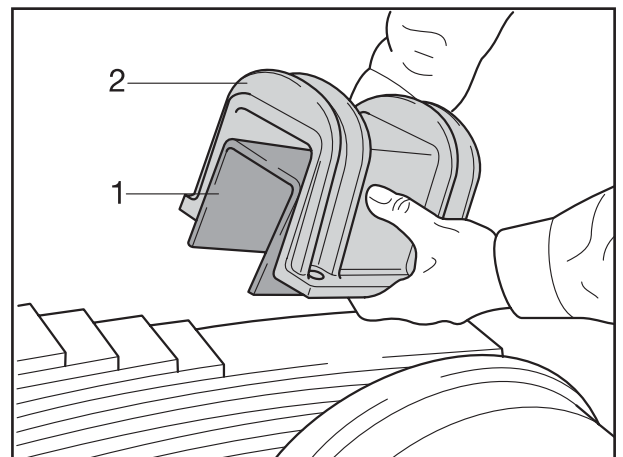

Fig. 2
- [4] Beide Federspanngehäuse (Fig. 2/2) mit
Federkissen (Fig. 2/1) abnehmen.
- [4] Remove both spring housings (Fig. 2/2) with the spring cushions (Fig. 2/1).
- [4] Enlever les deux carters de ressort (fig. 2/2) avec les coussins de ressort (fig. 2/1).